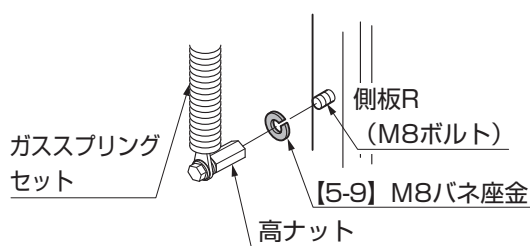
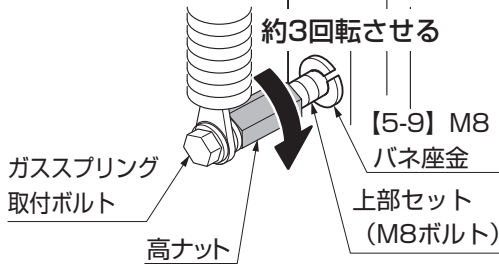

図10-5
図10-6
- ③ ②の位置に保持するように上扉を押えながら、側板RのM8ボルトに【5-9】を挿入し、ガススプリングセット下側の高ナットを約3回転だけねじ込んでください。(図10-5、図10-6参照)
- ④ ガススプリングセットの上下両方の高ナットを交互に回しながら締めて、高ナットを本体に固定ください。
- ⑤ ガススプリングセットの上下両方のガススプリング取付ボルトを締め付けて、ガススプリングセットを本体に取付けてください。
- ⑥ 左側のガススプリングセットを、右側と同じ手順で取付けてください。